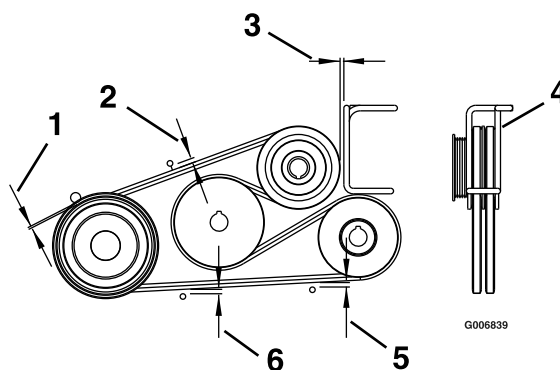

Figura 60
4. Regolate i guidacinghia come illustrato nella Figura 60.